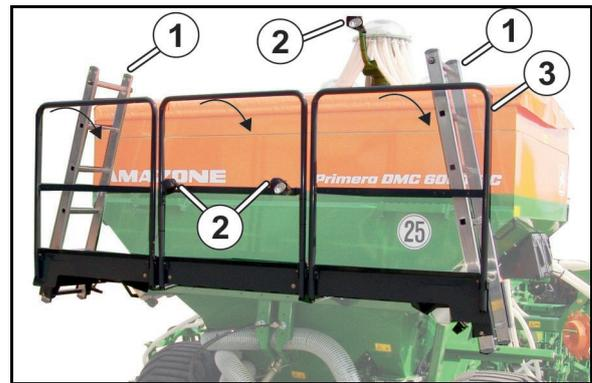

Fig. 63
2. Bolzen (Fig. 63/1) herausziehen.